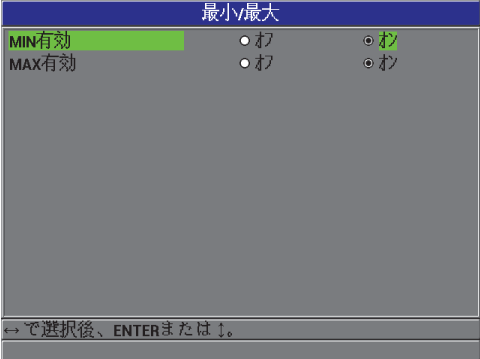

図 5-4 最小 / 最大画面
2. 最小 / 最大画面で (91 ページ図 5-4 参照)、